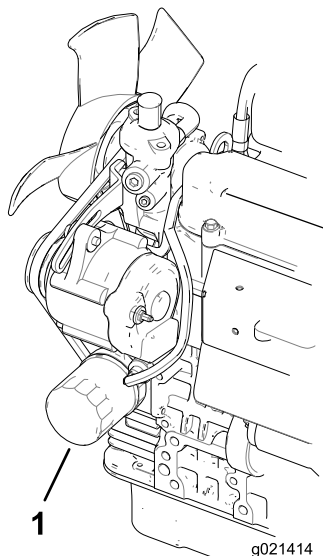

Figura 47
2. Togliete il filtro dell'olio (Figura 47). Applicare un velo di olio pulito sulla tenuta del nuovo filtro prima di avvitare. **Non serrate troppo.**